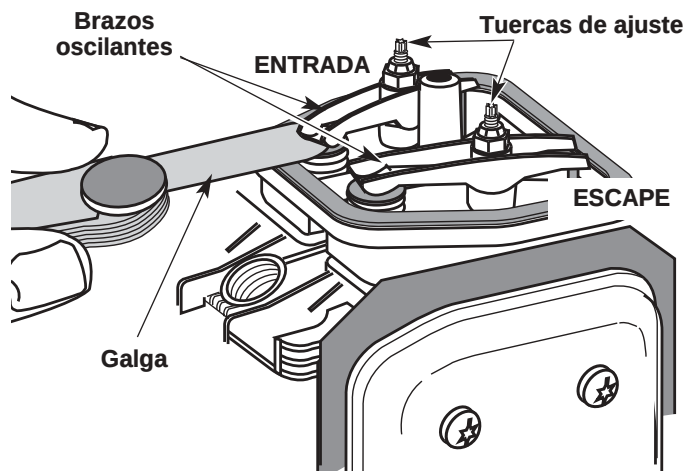

Fig. 54
9. Deslice la galga entre el brazo oscilante y el resorte de retorno de la válvula. Mida el huelgo entre el vástago de la válvula y el brazo oscilante (Fig. 54). Realice esto en las válvulas de entrada y de escape
El huelgo recomendado para las válvulas de entrada y de escape es 0,076 – 0,152 mm (0,003 – 0,006 pulgadas). Use un calibrador regular de automóvil de 0,127 mm (0,005 pulgadas). El calibrador debe deslizarse entre el balancín y el vástago de la válvula con una ligera cantidad de resistencia, sin doblarse (Fig. 54 y 55).